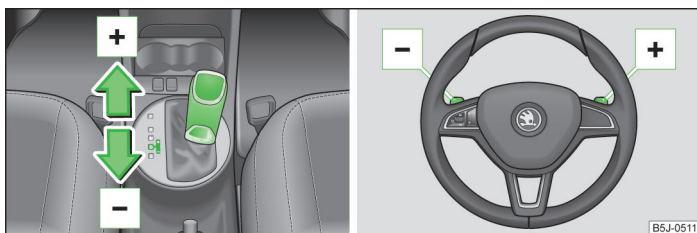

Fig. 90 Maneta selectorului de viteze / volanul multifuncțional
- » Împingeți ușor maneta selectorului de viteze spre în față » fig. 90.
- » Trageți scurt comutatorul basculant din dreapta » fig. 90 spre volan.
- » Împingeți ușor maneta selectorului de viteze spre înapoi » fig. 90.
- » Trageți scurt comutatorul basculant din stânga » fig. 90 spre volan.
- » Trageți scurt comutatorul basculant spre volan » fig. 90.